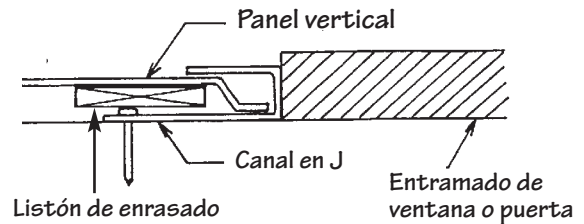

Figura 57.
- Si el panel no se corta o se corta en una muesca con forma de "V", de un tramo de revestimiento vertical simplemente instálelo en el canal en J, trabando el otro lado en el panel instalado anteriormente (Figura 57). Debe instalarse un listón de enrasado para evitar que se separe el panel.